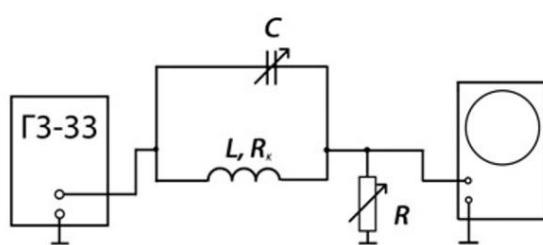

Рис. 10.3.
Схема установки для изучения резонанса токов показана на рис. 10.3. В этом случае катушка, конденсатор и генератор соединены параллельно. В цепь питания контура включено измерительное сопротивление  $R$  (декада сопротивлений), падение напряжения на котором пропорционально силе тока до разветвления и измеряется осциллографом.
*Соберите измерительную цепь в соответствии с рис. 10.3. Для этого соедините конденсатор  $C_1$  и катушку параллельно. Подключите одну из точек соединения к верхнему зажиму «Выход» генератора, а вторую – через декаду сопротивлений к среднему зажиму «Выход». Подключите вход «Y» осциллографа к зажимам декады, соблюдая полярность.*